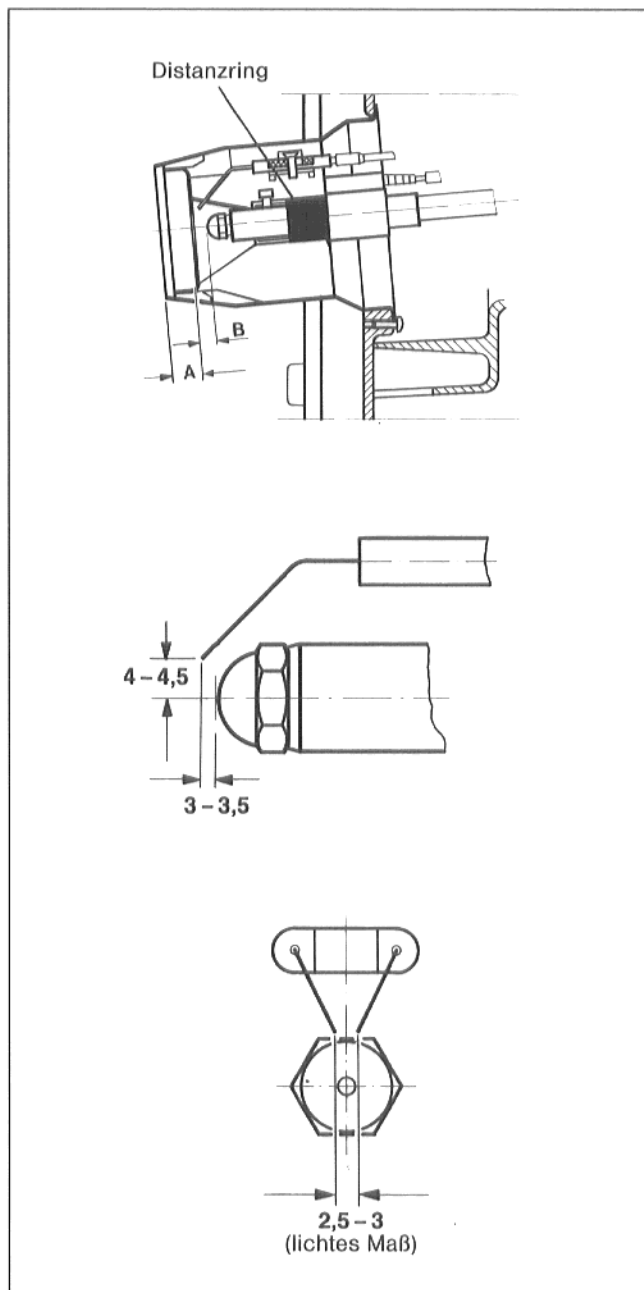

Abb. 17
- Maß B überprüfen (Abb. 17).
- Maß A einstellen (Abb. 17).
Öltank oberhalb der Ölpumpe (Abb. 17).